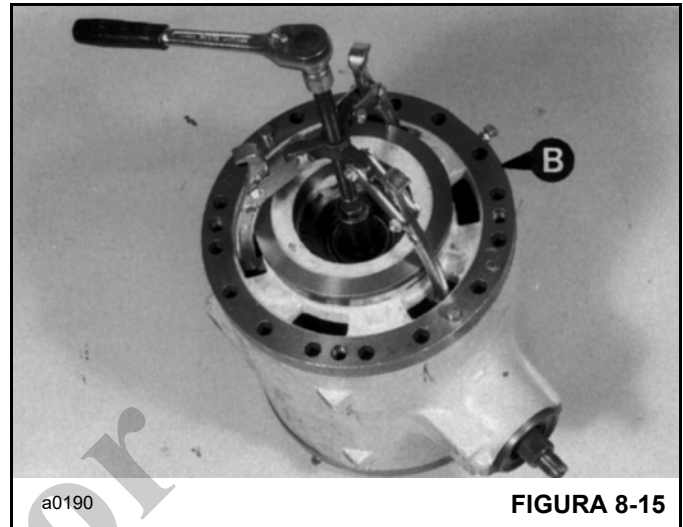

FIGURA 8-15
6. Haga marcas de alineación en la caja del émbolo de freno **B** (Figura 8-15) y la cabeza motriz. Retire la caja del émbolo de freno.